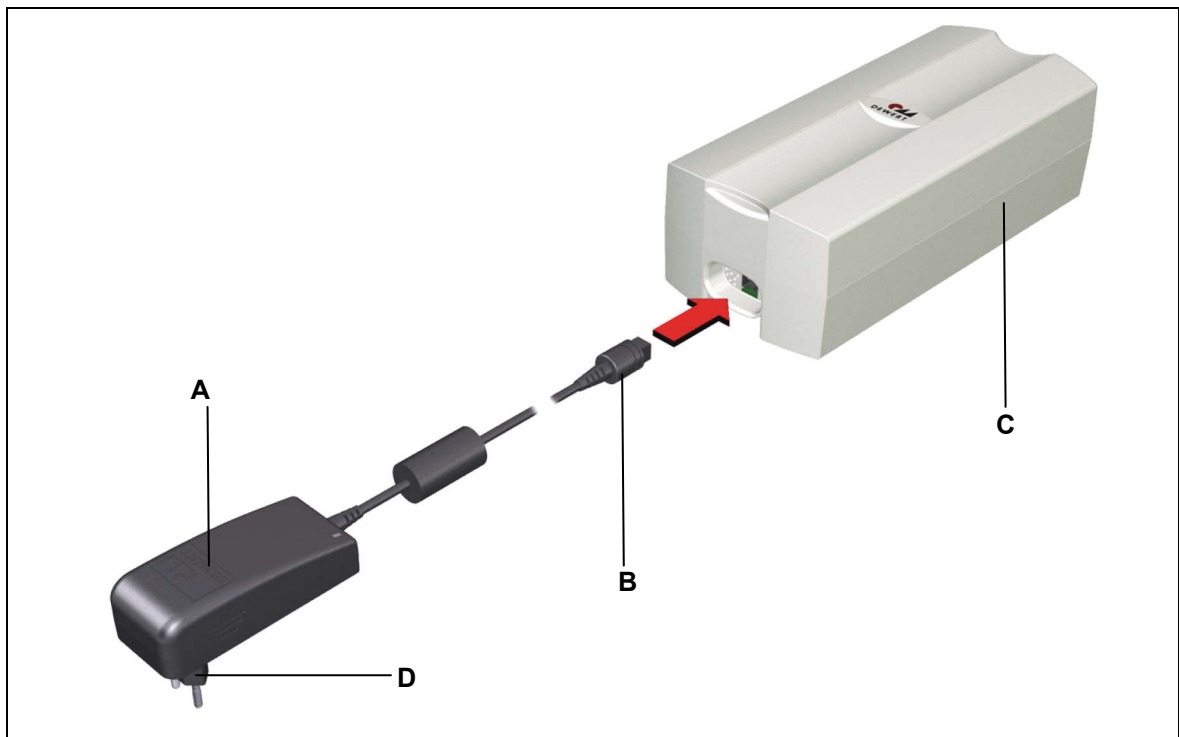

Abbildung 17 Laden des ACCU AC 4.5 bzw. ACCU AC 4.5DC direkt mit dem PLUG-IN CHARGER PB 4.5
- 3 Schließen Sie den PLUG-IN CHARGER PB 4.5 an den ACCU an, wie in Abbildung 17 gezeigt.